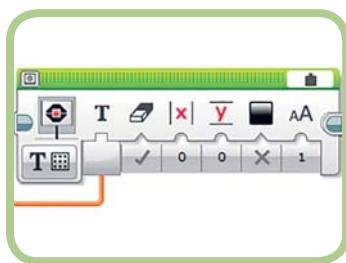

Рис. 8.23. Выбор шрифта меньшего размера
Параметром **Шрифт** (Font) блока **Экран** (Display) предусмотрены три варианта начертания шрифта: обычный (0), жирный (1) и большой (2). По умолчанию выбран вариант «большой», из-за чего текст легче читается, но занимает больше места. При выборе вариантов «обычный» и «жирный» размер букв практически в два раза меньше по сравнению с вариантом по умолчанию, поэтому на экране умещается больше текста. Для того чтобы значение частоты уместилось на экране, настрой блок **Экран** (Display), задав для параметра **Шрифт** (Font) значение 1 (рис. 8.23).